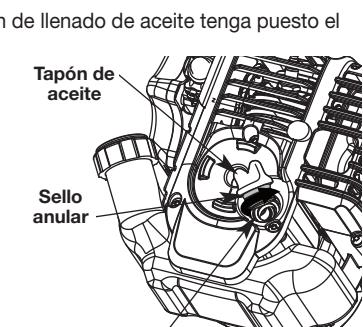

Fig. 14
3. Vacíe el aceite en un recipiente por el orificio de llenado de aceite, inclinando la unidad en posición vertical (Fig. 14). Dele suficiente tiempo para que drene completamente.